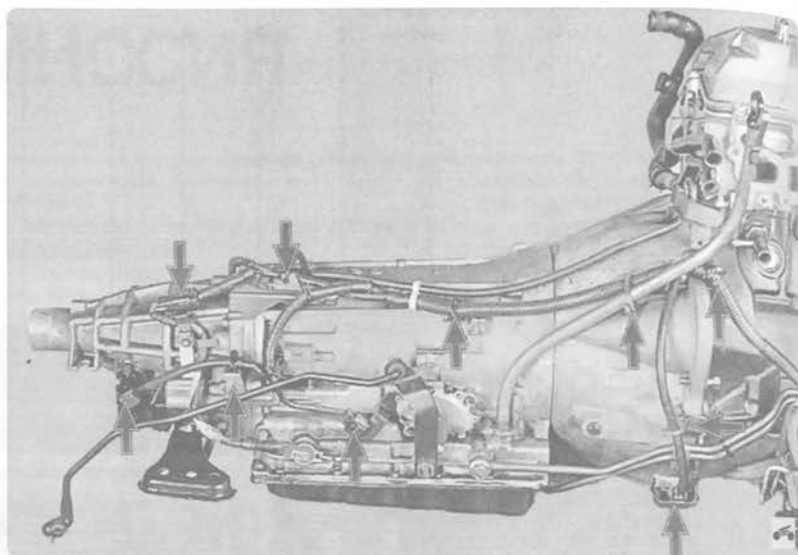

Рис. 6.4. Расположение разъемов датчиков и мест крепления жгута проводов к кронштейнам коробки передач
Расположение разъемов датчиков и мест крепления жгута проводов к кронштейнам коробки передач показано на рис. 6.4.
29. Сдвигайте назад и аккуратно опускайте коробку передач до образования достаточного пространства для извлечения фиксаторов жгута проводов (см. рис. 6.4), извлеките остальные фиксаторы из кронштейнов крепления.